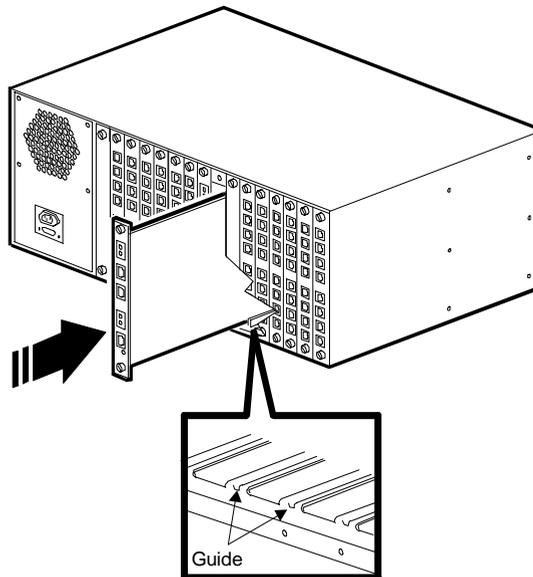

Figura 2-2. Inserimento della scheda adattatrice PRI
2. Partendo dallo slot 8, afferrare la scheda dal bordo con il pannello posteriore rivolto verso di sé e allineare la scheda con le guide metalliche. Vedere Figura 2-2.